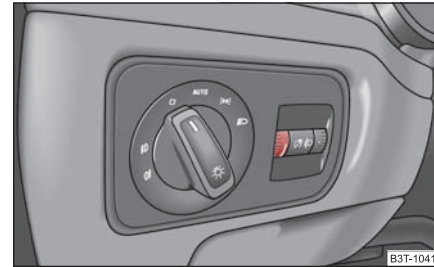

Abb. 58 Schalttafel: Instrumentenbeleuchtung
- Drehen Sie den Drehregler ⇒ Abb. 58 auf die gewünschte Intensität der Instrumentenbeleuchtung. ▶